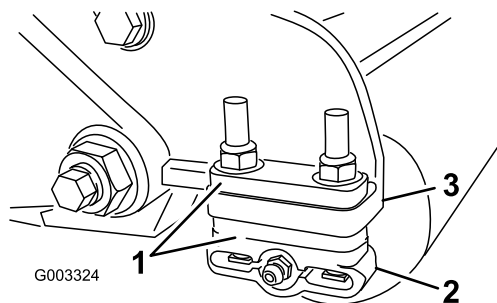

図 14
1. 希望の刈高範囲に必要な数のスペーサを刈高チャートで確認し、スペーサをサイドプレートの取り付けフランジ 図 14 の下に入れて、後ローラのブラケットの位置を正しくセットする 図 14。